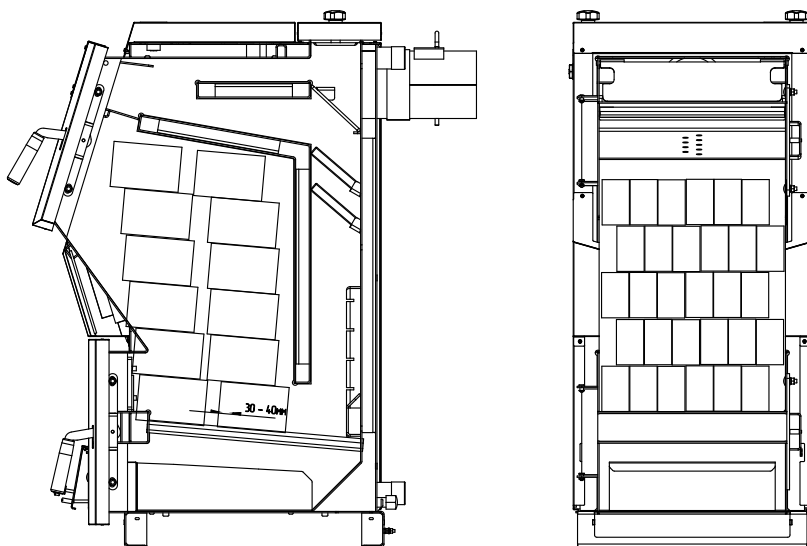
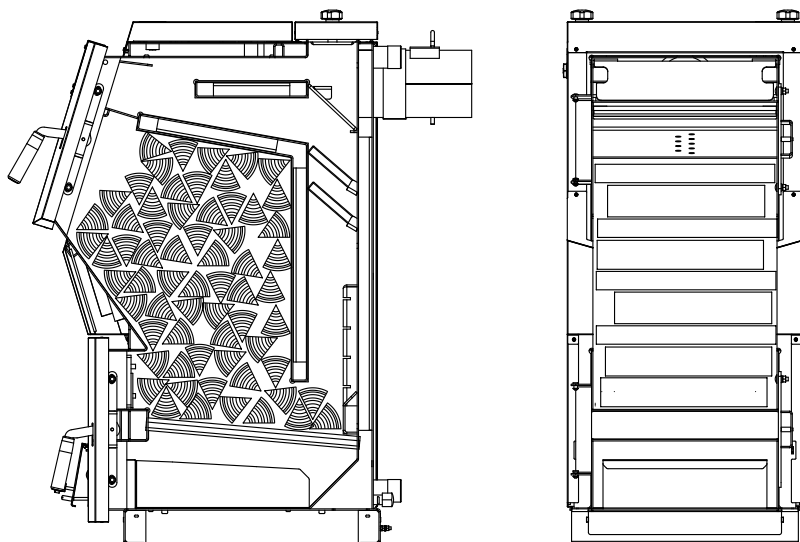
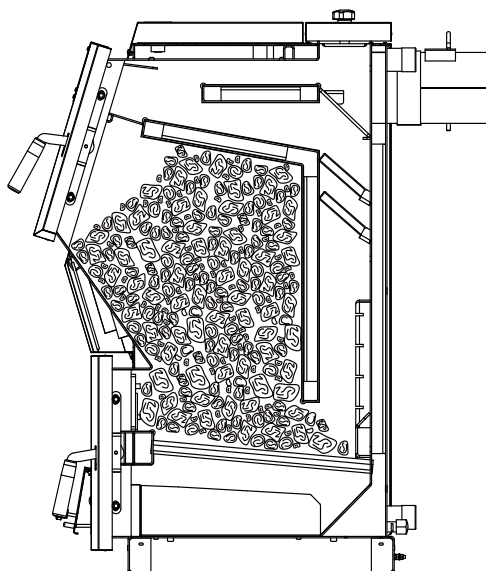

Рис.8 Схема загрузки котла древесными брикетами.
Рис.9 Схема загрузки котла дровами.
Рис.10 Схема загрузки котла углём.
8.4.5. Для полной загрузки котла топливом для длительного горения необходимо: закрыть заслонку подачи воздуха (Рис.1 поз.7), открыть дверцу загрузочную аккуратно приоткрыв её на 5-10 мм на 10-15 секунд для предотвращения хлопка пиролизных газов и заполнить топку котла топливом, равномерно распределяя его по всему объему в соответствии рис.8, рис.9, рис.10. После загрузки котла убедиться в отсутствии просыпания топлива на рамку загрузочной двери и отсутствии топлива возле загрузочной двери. После загрузки котла топливом закройте и зафиксируйте дверцу загрузочную (Рис.1 поз.3) и отрегулируйте заслонку подачи воздуха (Рис.1 поз.7) ручкой заслонки подачи воздуха (Рис.1 поз.8).
8.4.6. Перед добавлением новой порции топлива убедитесь, что в топке котла заканчивается топливо, узнать о наличии топлива можно во время чистки колосников и зольного ящика через дверцу поддувальную. Для загрузки новой порции топлива в котёл необходимо, закрыть заслонку подачи воздуха (Рис.1 поз.7), открыть дверцу поддувальную (Рис.1 поз.6) произвести чистку колосников кочергой, произвести чистку зольного ящика, после чистки установить зольный ящик на место и закрыть дверцу зольную. Открыть дверцу загрузочную аккуратно приоткрыв её на 5-10 мм на 10-15 секунд для предотвращения хлопка пиролизных газов и заполнить топку котла топливом, равномерно распределяя его по всему объему в соответствии рис.8, рис.9, рис.10. После загрузки котла топливом закройте и зафиксируйте дверцу загрузочную (Рис.1 поз.3) и отрегулируйте заслонку подачи воздуха (Рис.1 поз.7) ручкой заслонки подачи воздуха (Рис.1 поз.8).